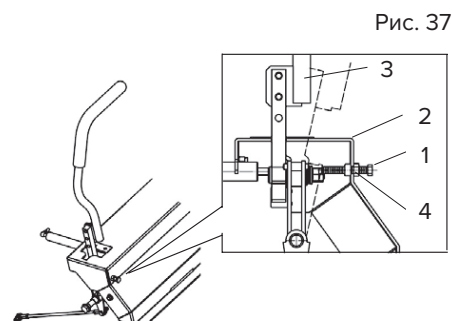

Рис. 37
1. Ослабьте винты на накладной крышке (см. рис. 37).